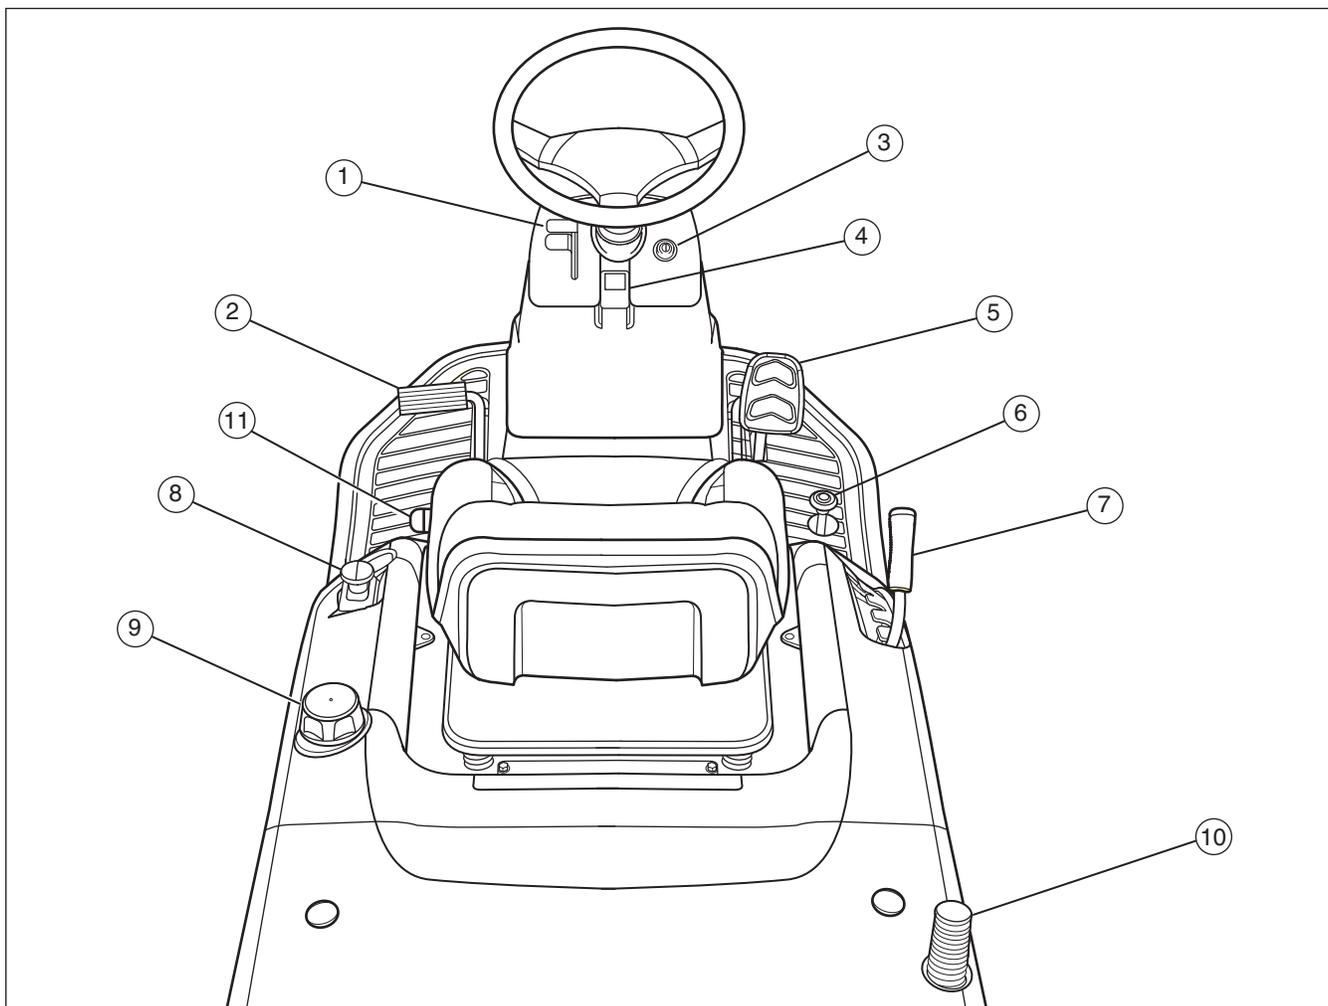

Figure 6
**Levier de manette des gaz (1) :** Utiliser le levier de manette des gaz pour augmenter ou diminuer la vitesse du moteur (voir la **Figure 6**). Faire monter la manette des gaz pour augmenter la vitesse du moteur et la faire descendre pour diminuer la vitesse du moteur. Toujours faire fonctionner à PLEIN régime.
**Pédale d'embrayage/de frein (2) :** La pédale a deux fonctions. La première fonction est un embrayage. La seconde fonction est un frein.
**Contacteur (3) :** Utiliser le contacteur pour faire démarrer et arrêter le moteur. Ne jamais laisser le contacteur en position COURSE lorsque le moteur est arrêté et ce, pour ne pas décharger la batterie.
**Bouton de frein de stationnement (4) :** Le bouton de frein de stationnement sert à verrouiller le frein de stationnement lorsque le tracteur est à l'arrêt. Pour engager le frein de stationnement, enfoncer la pédale de frein à fond et tirer le bouton vers le haut.
**Pédale de commande de vitesse en marche avant (5) :** La vitesse de déplacement en marche avant du tracteur est contrôlée par la pédale de commande de vitesse de déplacement avant. Appuyer sur la pédale pour augmenter la vitesse de déplacement en marche avant.
**Pédale de commande de vitesse en marche arrière (6) :** Utiliser la pédale de vitesse de déplacement en marche arrière pour inverser la vitesse de déplacement en marche arrière du tracteur.
**Levier de levage (7) :** Le levier de levage contrôle la hauteur de coupe de la tondeuse. Six niveaux de coupe sont disponibles (1 - coupe la plus basse, 6 - coupe la plus haute).
**Commande de rotation de lame (8) :** Utiliser la commande de rotation de lame pour faire démarrer et arrêter la rotation de la lame. Lever l'interrupteur pour embrayer la commande de rotation de la lame et appuyer pour la débrayer.
**Réservoir de carburant (9) :** Pour ajouter du carburant, retirer le bouchon de remplissage. Veiller à laisser de la place pour l'expansion thermique.
**Poignée de l'ensacheuse à herbe (10) :** La poignée de l'ensacheuse à herbe ouvre l'ensacheuse de manière à pouvoir la vider et la fermer pour tondre.
**Levier de réglage du siège (11) :** Lever le levier pour régler l'emplacement du siège. Relâcher le levier pour bloquer le siège en place.